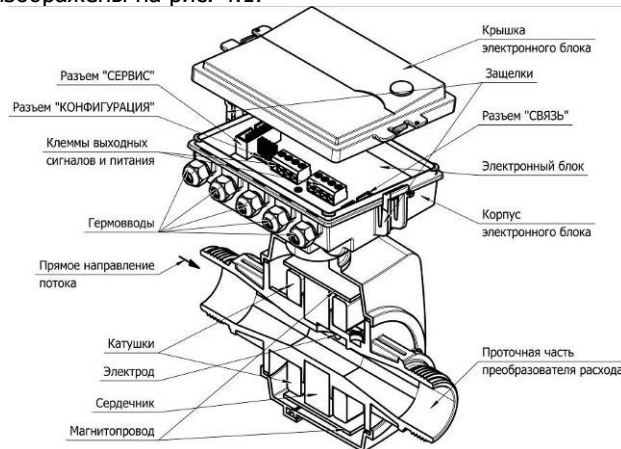

рис. 4.1
4.1 Основные элементы «ЭР» изображены на рис. 4.1.